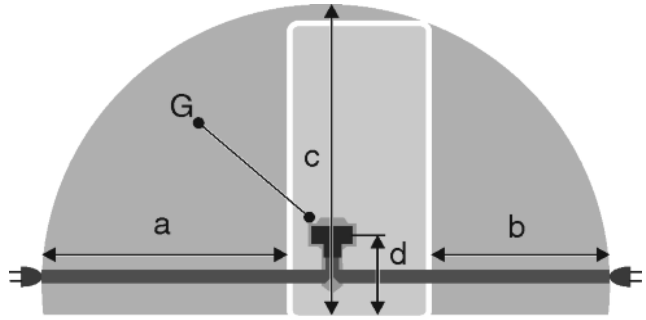

Fig. 25
- A konnektor a készülék hátoldali területén kívül helyezkedik el a megadott tartományban. *Fig. 25 (a, b, c)*
- Dugja be a csatlakozót *Fig. 25 (G)* a készülék hátoldalába. Figyeljen a megfelelő bekattanásra.